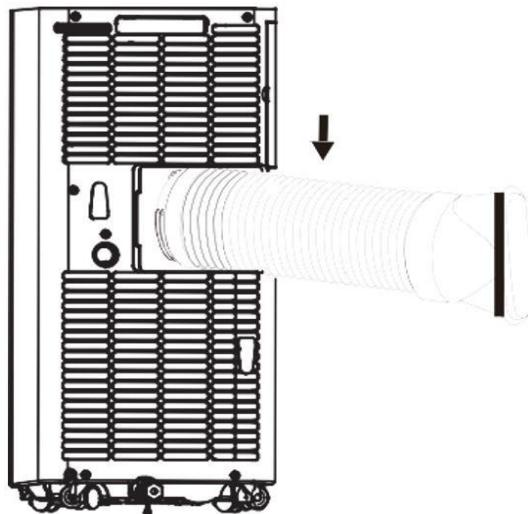

Fig. 1
- Schroef de uitlaatluchtslang (met adapter) op de uitlaatluchtuitlaat aan de achterkant van het apparaat (tegen de klok in, afb. 1).